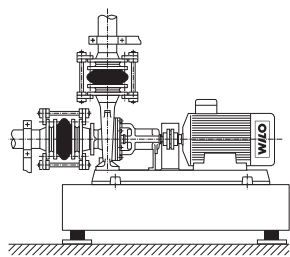

Fig. 9: Raccordement hors tension de la pompe
- Les tuyauteries ne doivent transmettre aucune force à la pompe. Les forces doivent être interceptées directement en amont de la pompe et les tuyauteries doivent être raccordées hors tension (voir fig. 9).
- La dilatation des tuyauteries lors de l'augmentation des températures doit être compensée par des mesures adéquates (voir fig. 9). La formation de poches d'air dans les tuyauteries doit être empêchée grâce à des installations correspondantes.